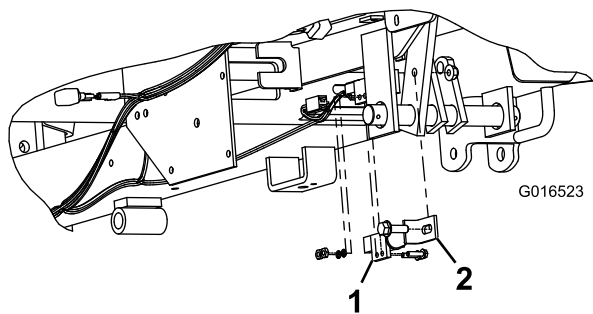

図 3
2. ブレーキライト用スイッチブラケットを車体フレームに取り付ける (図 3)。
3. ブレーキライト用スイッチをブラケットに取り付ける；ねじ 2 本、ワッシャ 2 枚、六角ナット 2 個を使用する（図 3）。